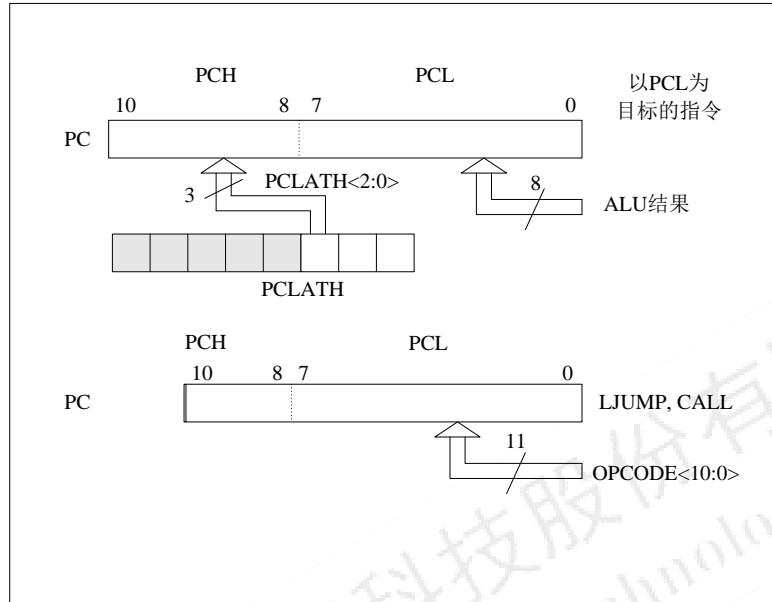

图 2-3: 在不同情况下装载 PC
程序计数器 (PC) 为 11 位宽。其低 8 位来自可读写的 PCL 寄存器，高 3 位 (PC<10:8>) 来自 PCLATH，不能直接读写。只要发生复位，PC 就将被清零。图 2-3 显示了装载 PC 值的两种情形。图 2-3 上方的例子说明在写 PCL (PCLATH<2:0>→PCH) 时是如何装载 PC 的。
YS272 器件具有 8 级深 $\times 11$ 位宽的硬件堆栈 (见图 2-2 和 图 2-3)。堆栈空间既不占用程序存储区空间，也不占用数据存储区空间，而且堆栈指针是不可读写的。当执行 CALL 指令或当中断导致程序跳转时，值 PC 将被压入 (PUSH) 堆栈。而在执行 RET、RTIW 或 RTFI 指令时，堆栈中的断点地址将从堆栈中弹出 (POP) 到 PC 中。PCLATH 不受 PUSH 或 POP 操作的影响。